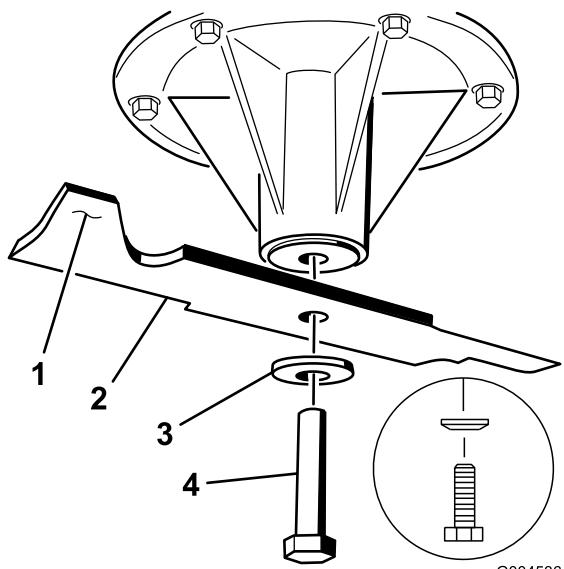

Figure 90
1. Placez la lame sur l'axe (Figure 90).
2. Mettez en place la rondelle élastique et le boulon de la lame (Figure 90).
Remarque: Le cône de la rondelle élastique doit être dirigé vers la tête du boulon (Figure 90).